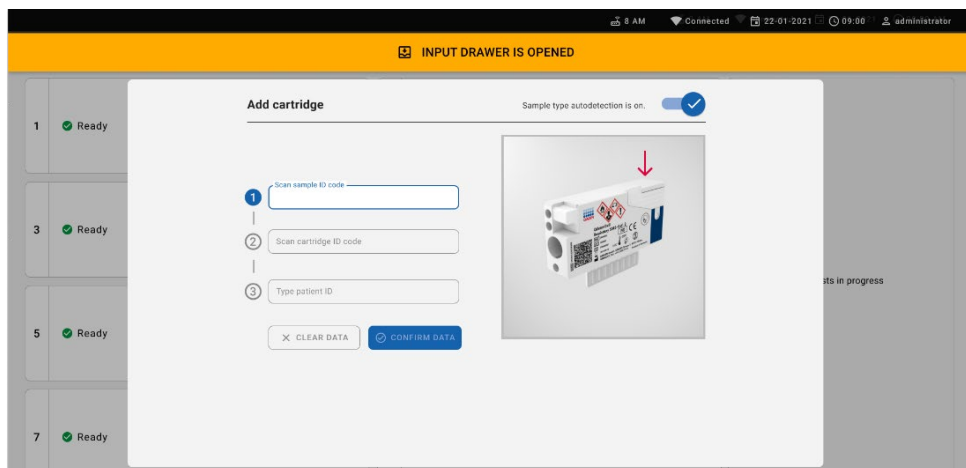

Figure 56. Écran de lecture de l'identifiant d'un échantillon.
7. La boîte de dialogue **Add cartridge** (Ajouter une cartouche) apparaît et le scanner situé à l'avant est activé. Scannez le code-barres d'ID de l'échantillon fixé sur le dessus de la QIAstat-Dx Respiratory SARS-CoV-2 Panel Cartridge à l'avant de l'instrument (position indiquée par la flèche (Figure 56).